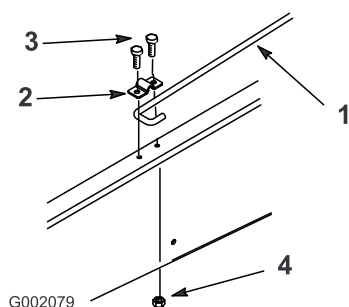

Figure 10
6. Desserrez le boulon de fixation de l'attache de la béquille jusqu'à ce que vous puissiez faire passer l'extrémité en J de la béquille sous l'attache (Figure 10)
7. Serrez le boulon et fixez l'autre côté de l'attache avec un boulon (5/16 x 3/4 pouce) et un écrou à embase (5/16 pouce) neufs (Figure 10).